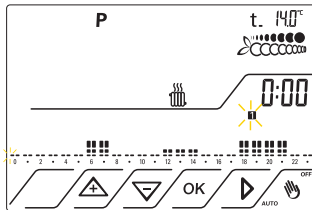

Fig.25
6.5 Premere il tasto **OK** per modificare il programma **1** del Lunedì Fig.25. Sul display si può notare che:
- L'icona **1** Lampeggia Fig.25
- L'orologio segna l'ora 0.00 relativa al segmento lampeggiante Fig.25